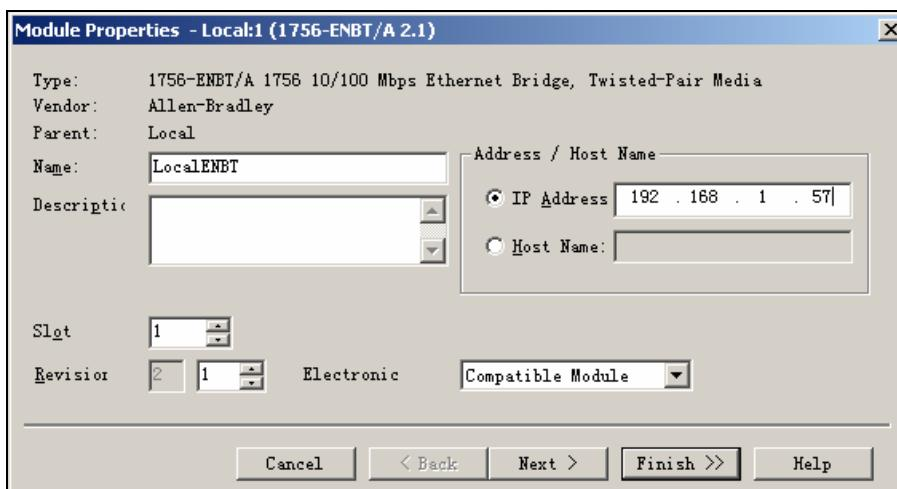

图 3-22 设置模块属性
14. 1756-ENBT 模块位于 1 号槽，IP 地址为 192.168.1.57，按照图 3-22 示内容填写，单击 Finish (完成)。